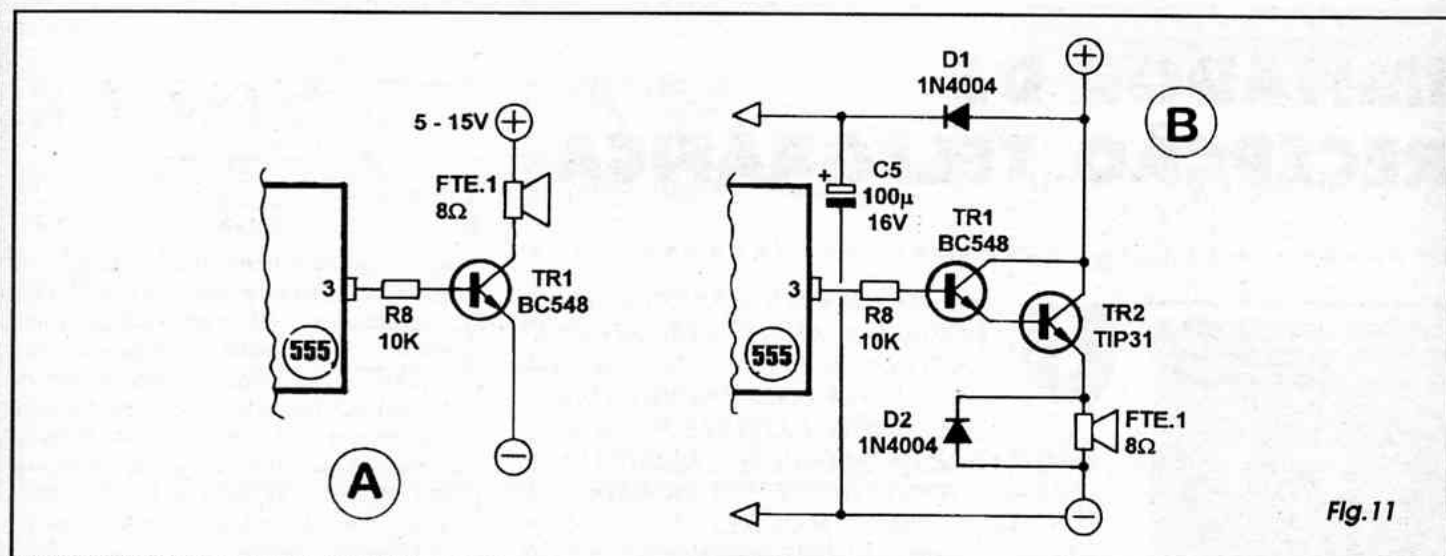

Fig.11
- **FIG. 11** - Quando for desejada uma saída mais *brava* (em volume ou potência sonora) no oscilador centrado num 555, é possível obter tal reforço com um mínimo de componentes externos, arranjados de forma a compor um amplificador para os níveis normalmente obtidos no pino 3 do integrado (saída). Embora o nível de tensão do sinal presente na saída do 555 seja